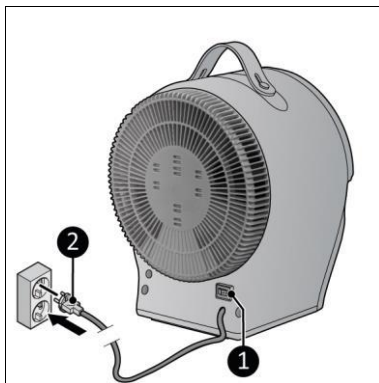

Abbildung 7
4. Stellen Sie sicher, dass sich der EIN/AUS-Schalter in der AUS-Position befindet (Abbildung 7, Pos. 1).